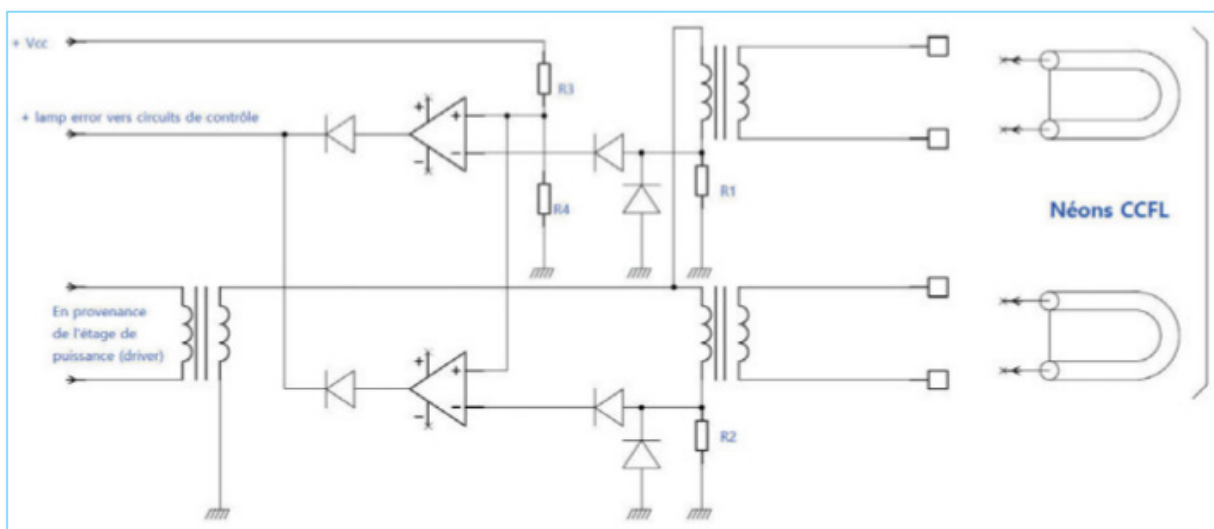

Figure 9-21. Protection lampe ouverte ou absence de tension par détection de courant de sortie trop faible
- Le circuit lampe est ouvert, provoquant soit l'absence de courant de sortie (ou tension non délivrée) soit la présence d'une surtension en sortie. Ce peut être en raison d'une connexion absente ou défectueuse vers une lampe, la défectuosité d'une lampe ou sa casse. Dans l'exemple de la figure 9-21, en haut, une résistance en série avec le primaire de chaque transformateur de sortie (R1 et R2) détecte le courant dont le seuil est fixé par le pont des résistances R3/R4. Un amplificateur opérationnel amplifie le signal correspondant à chaque transformateur.